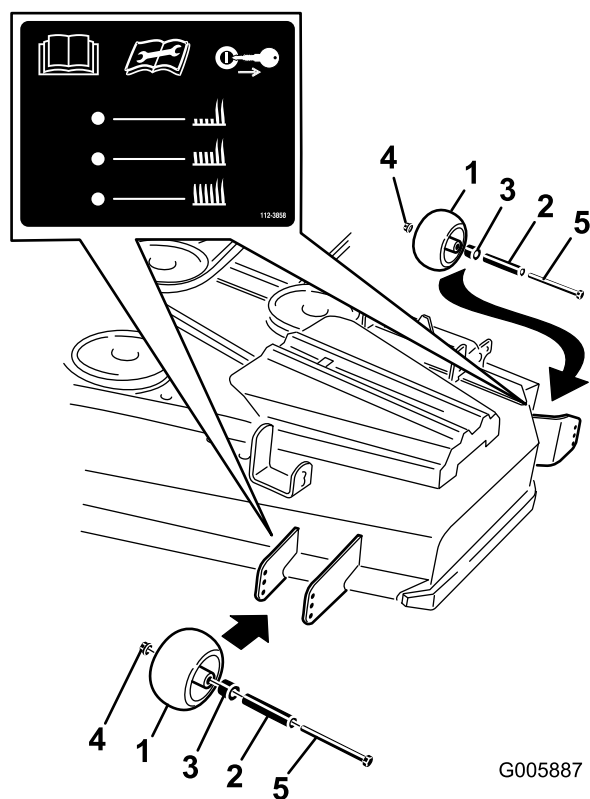
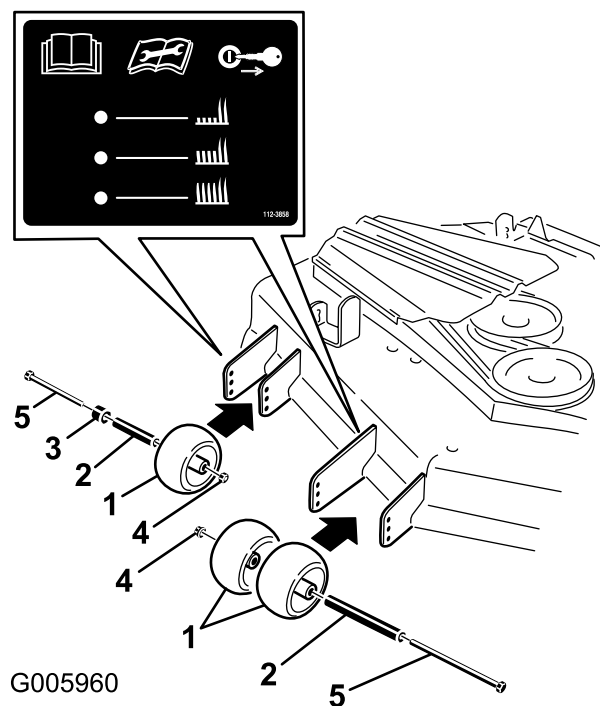

Figura 17
Figura 18
3. Una volta regolata l'altezza di taglio, regolate i rulli togliendo il dado flangiato, la boccola, il distanziale e il bullone (Figura 17 o Figura 18).
Nota: I due rulli centrali sono privi di distanziale (Figura 17 o Figura 18).
5. Montate il dado flangiato, la boccola, il distanziale ed il bullone. Serrate a 54-61 Nm (Figura 17 o Figura 18).